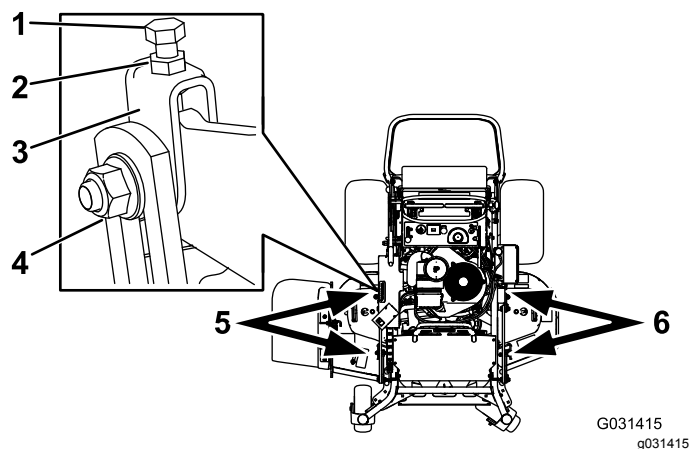

図 85
1. 調整したいデッキのヨークのサイドナットとジャムナットをゆるめる 図 85。
2. ヨーク上部にあるボルトを回して刈り込みデッキの高さを調整する 図 85。